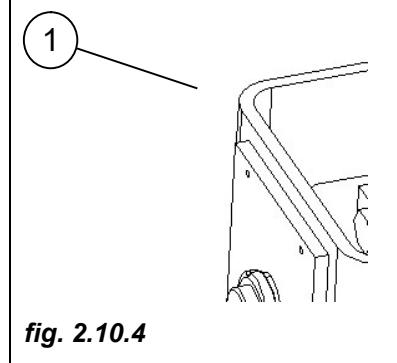

fig. 2.10.4
Posizionata una su ogni cilindro stabilizzatore (*pos. 1 fig. 2.10.4*), una sul cilindro sollevamento braccio telescopico, una su cilindro sfilo braccio telescopico (*pos. 9 fig. 2.9.1*), una montata sul cilindro sollevamento pantografo (*pos. 10 fig. 2.9.1*), una sul cilindro livellamento piattaforma di lavoro e una sul cilindro rotazione piattaforma di lavoro (*pos. 12 fig. 2.9.1*).